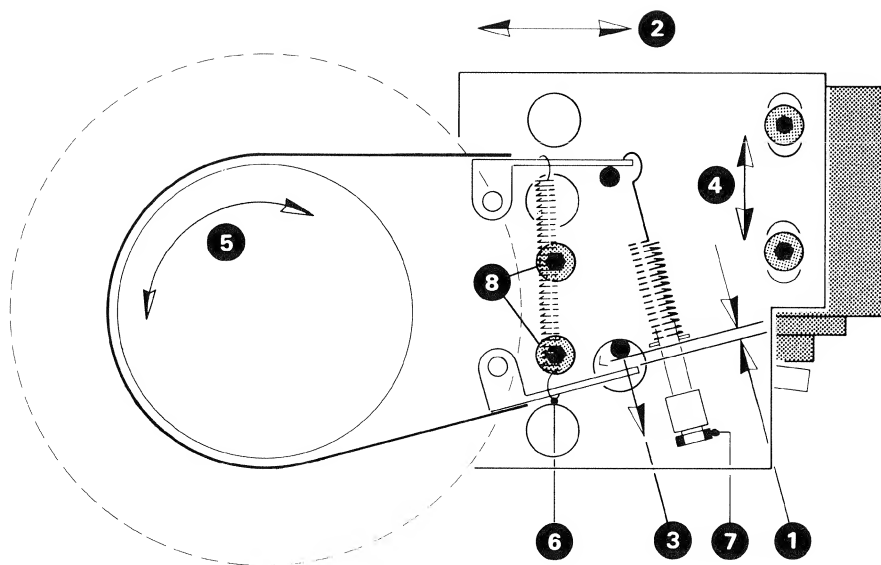

Fig. 2.4.-1
2.4.1. Mechanische Bremsen (Fig. 2.4.-1)